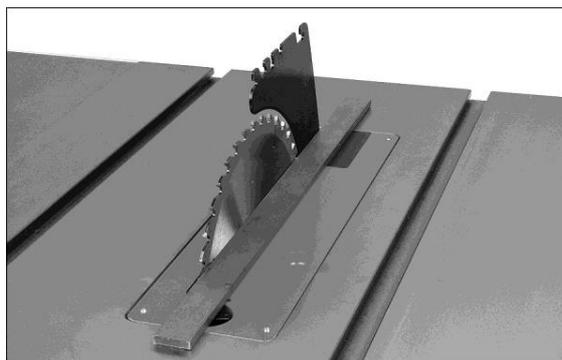

Рис. 7-6
3. Положите на стол поверочную линейку так, чтобы она прилегала к пильному диску и расклинивающему ножу. См. Рис. 7-6. Проверните диск, чтобы кончик его зуба касался поверочной линейки.